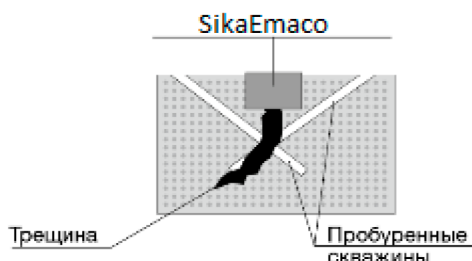

Рисунок 1 Примерная технология инъекции трещин.
- 5) в случае большого раскрытия, трещина предварительно заполняется смесью SikaEmaco® S (MasterEmaco® S) для исключения вытекания суспензии SikaEmaco® A 640 (MasterEmaco® A 640). (рис. 1).